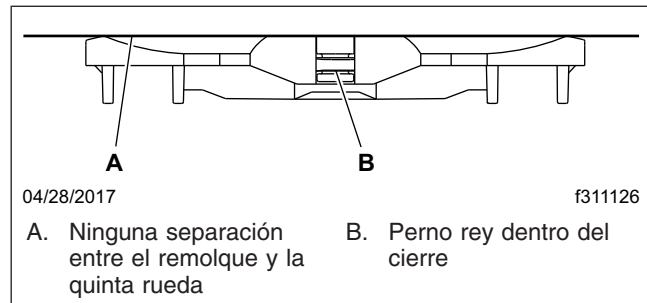

Figura 10.6, Inspección del acoplamiento
8. Lleve a cabo una inspección del acoplamiento, y cerciórese de que no haya una separación entre la parte inferior del remolque y la quinta rueda, y que el perno rey esté bien trabado. Vea la **Figura 10.6**
10. Aplique los frenos de estacionamiento del remolque, entonces lleve a cabo una revisión física para ver si hay un acoplamiento positivo del remolque, y que no haya separación entre el remolque y la quinta rueda. Vea la Figura 10.6.